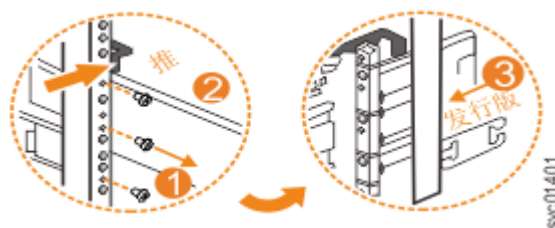

图 133. 从后部机架支架中卸下导轨组合件
3. 卸下用于将内部导轨部件连接到后部支架的两颗螺钉，如第 105 页的图 133 中所示。
4. 向前拉动导轨以使其脱离后部支架，如第 105 页的图 133 中所示。